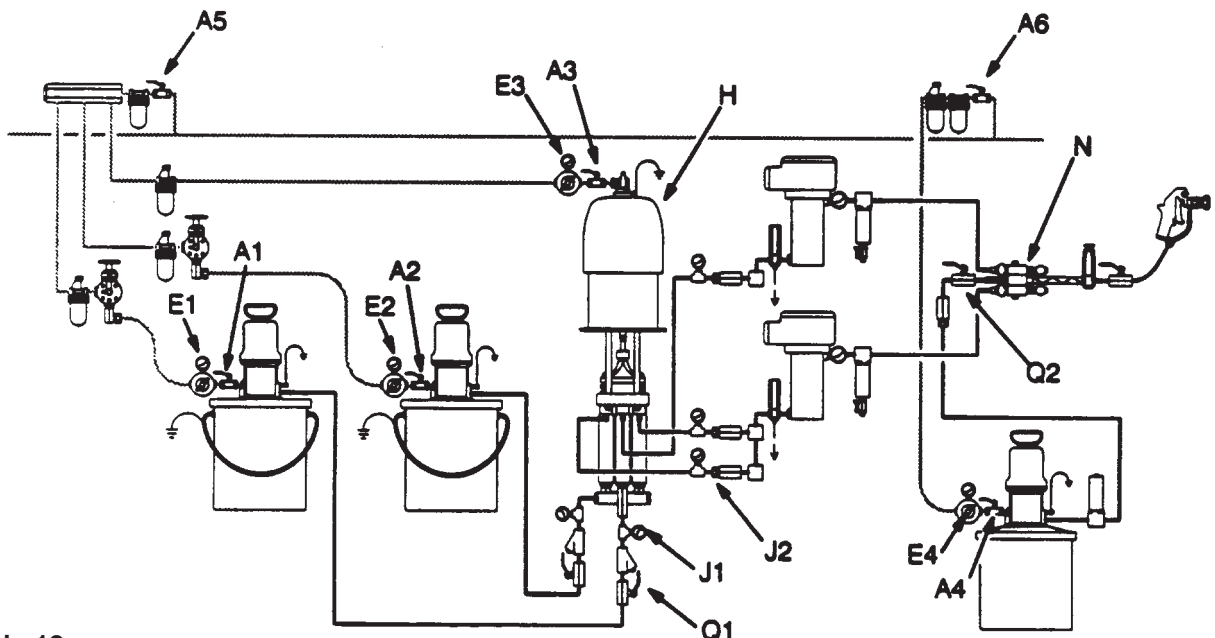

Abb. 12
4. Sicherstellen, dass die Luftregler für die Zuführpumpen (E1, E2) auf Minimaldruck eingestellt sind. Siehe Abb. 12.
5. Hauptluftventil (A5) öffnen. Siehe Abb. 12.
9. Sobald die Härter Leitungen durchspült sind, Mischventillhandgriff sowie das Ablassventil (P1) schliessen. Luftventil (A1) schliessen. Siehe Abb. 12.
- a. Sicherstellen, dass der Lösemittelpumpen–Luftregler (E4) Minimaldruck hat. Siehe Abb. 12.
- b. Hauptluftventil (A6) der Lösemittelpumpe und Pumpenluftventil (A4) öffnen. Siehe Abb. 12.
- e. Absperrventil (Q2) für Lösemittelleitung schliessen. Siehe Abb.12.